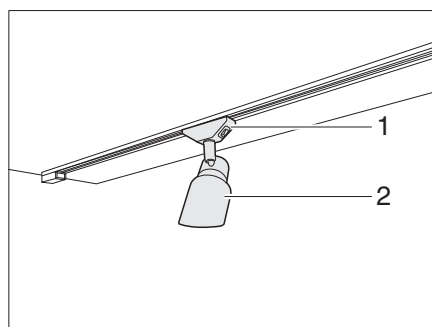

Bild 43 LED-Spotleuchte
- Halterung (Bild 43,1) fassen und um 45° drehen.
- LED-Spotleuchte (Bild 43,2) aus Schienensystem entnehmen.
- LED-Spotleuchte (Bild 43,2) an gewünschter Position in das Schienensystem einsetzen und um 45° drehen.
- An Halterung (Bild 43,1) um 45° drehen.